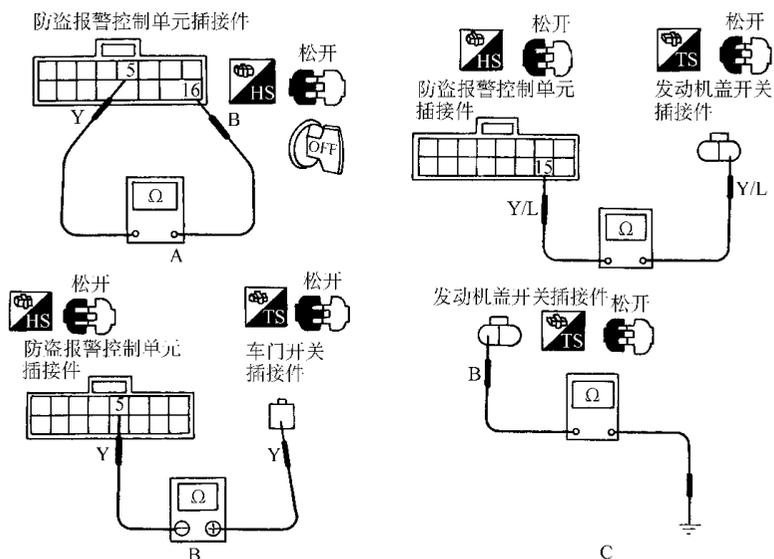

图 3-58 诊断步骤 1 流程
(1) 故障：指示灯不闪亮，指示灯持续闪亮。
(2) 诊断流程，如图 3-58 所示。